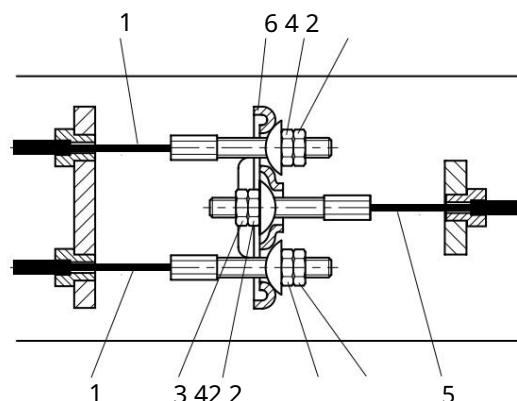
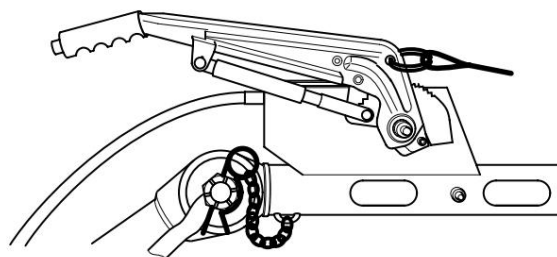

Fig. 5.7 Dispunerea cablurilor de frana
Fig. 5.8 Maneta frânei de mână în jos - frâna nu este acționată
Verificați poziția egalizatorului (Fig. 5.7, 6) cu frâna de parcare acționată.
Verificați toate piulițele de blocare (Fig. 5.7, 2).
1. Cu inelul de remorcare tras în poziția cea mai exterioară și maneta frânei de mână în poziția în jos (Fig. 5.8), slăbiți piulițele de blocare (Fig. 5.7, 2). Rotiți piulițele de reglare și piulițele cablurilor de frână (Fig. 5.7, 4) în sensul acelor de ceasornic până când mecanismul de frână nu este slăbit.
Egalizatorul (Fig. 5.7, 6) trebuie să rămână perpendicular pe cablul principal de frână (Fig. 5.7, 5).
2. Apăsăți maneta frânei de mână de mai multe ori și repetați ajustarea. Strângeți piulițele cu piulițele lor de blocare (Fig. 5.7, 2). Scoateți cricul și blocurile.